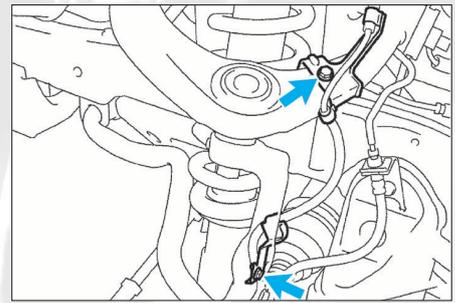

FIG. 7
- Désaccoupler le support faisceau du capteur ABS avec précautions (fig. 7).